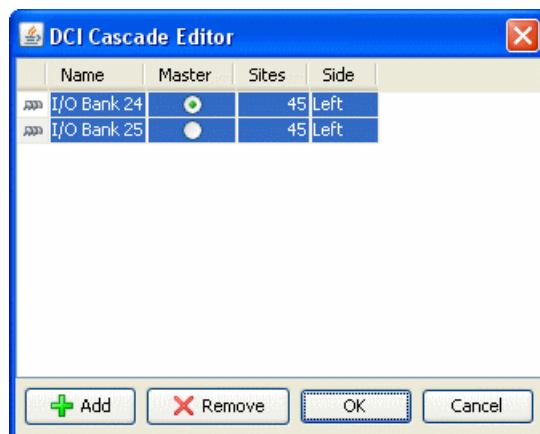

図 8-14： DCI カスケード制約の作成
2. 右クリックし、[Create a DCI Cascade] をクリックします。図 8-14 に示す [DCI Cascade Editor] ダイアログ ボックスが表示されます。